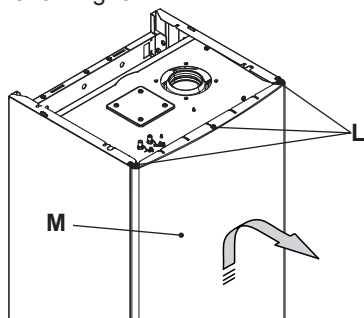

Fig. 5.14
- Togliere il pannello frontale della caldaia come illustrato. Togliere le viti **L**. Rimuovere il pannello frontale **M** spostandolo verso l'alto in modo da liberarlo dai ganci inferiori Fig. 5.14.